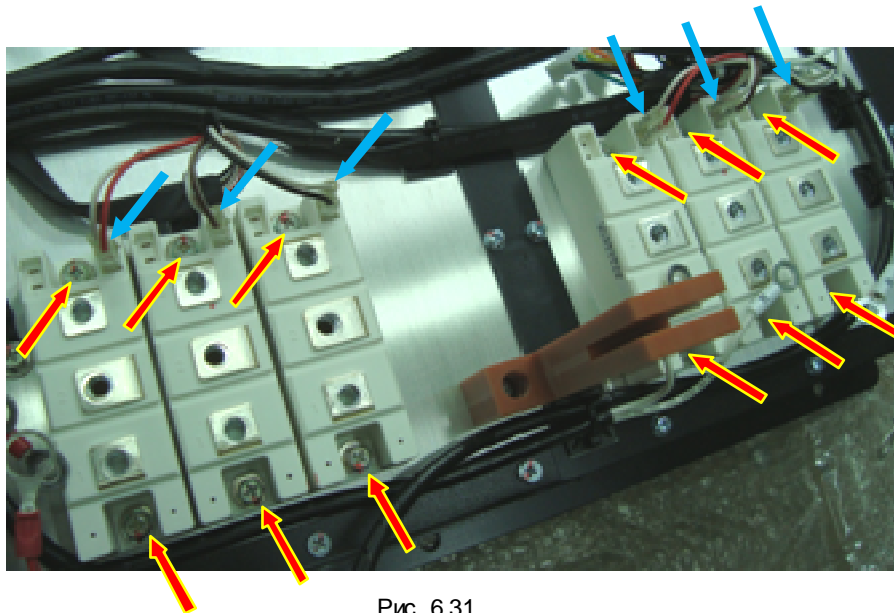

Рис. 6.31.
6.17.3. Отсоединить провода управления от клемм 4 и 5 диодно-тиристорных модулей (рис. 6.31 синие стрелки) и выкрутить 12 винтов крепления модулей (рис. 6.31, красные стрелки). Демонтировать диодно-тиристорные модули. Положить модули и винты в тару.